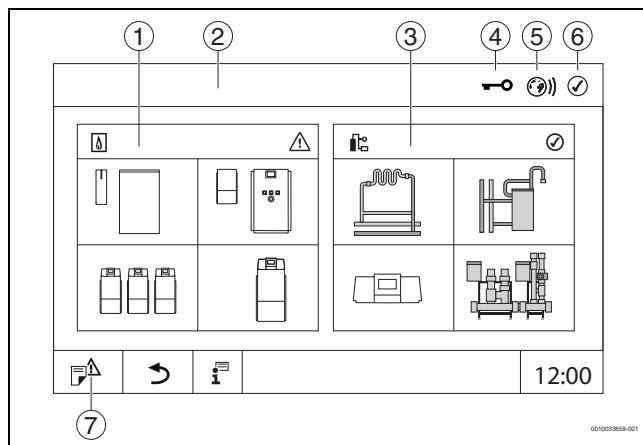

Рис. 9 Обзор системы (пример)
- Коснитесь **установка** (→ рис. 9, [3], стр. 17). Откроется обзор системы с подключенными функциями и системами управления (подчиненная система управления (подсистема)).